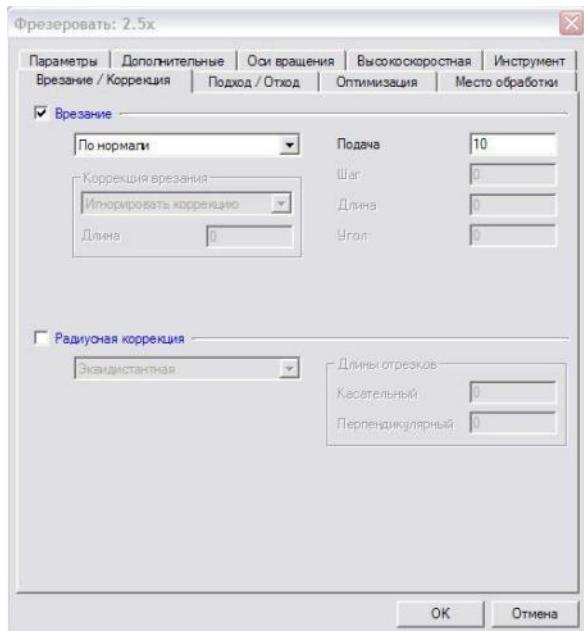

Рисунок 11. Вкладка Врезание/Коррекция
14. Установить флајжок в графе "Врезание" (см. рис. 11).